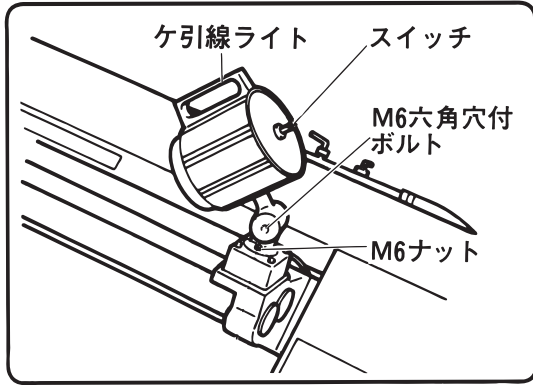

図 25
注 ケ引き線ライトに切削液・水等をかけないようにしてください。ケ引き線ライトの故障の原因となります。(図25)
- ケ引き線ライトの位置調整が終わりましたらM6六角穴付ボルトとM6ナットを十分に締付けます。(図25)